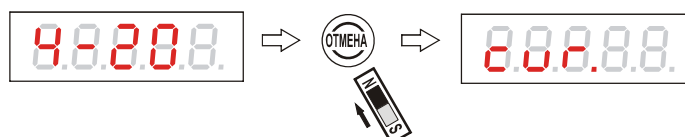

Рисунок 79 - Выход из подраздела выбора диапазона токового выхода
2.8.27 Для выхода из подраздела “cur.” без изменения текущего режима работы токового выхода необходимо “нажать” кнопку «ОТМЕНА», рисунок 79: